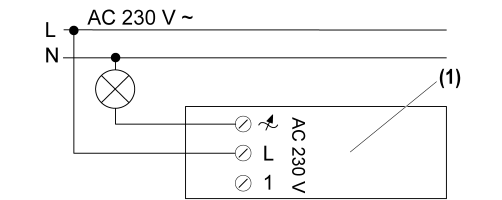
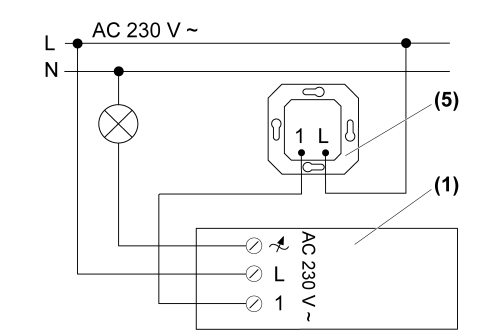
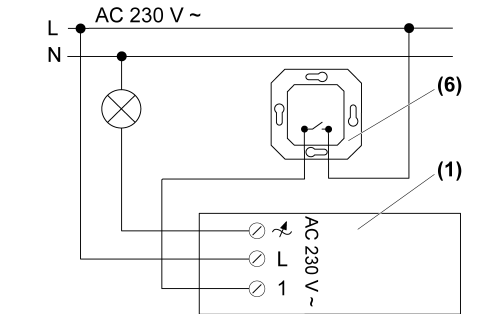

Figure 3: Schéma de raccordement du variateur
Figure 4: Schéma de raccordement du variateur avec poste auxiliaire bifilaire
Figure 5: Schéma de raccordement du variateur avec poussoir d'installation
(6) Poussoir d'installation
- Raccorder le variateur conformément au sché- ma de raccordement correspondant (figure 3), (figure 4) ou (figure 5).